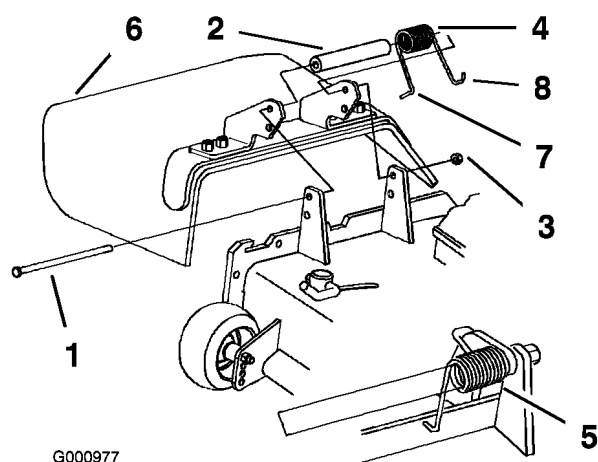

Figure 68
1. Retirez le contre-écrou, le boulon, le ressort et l'entretoise qui fixent le déflecteur aux supports de pivot (Figure 68). Enlevez le déflecteur s'il est endommagé ou usé.
Remarque: Prenez soin de placer l'extrémité en **L** du ressort derrière le bord du plateau avant de mettre le boulon en place, comme illustré (Figure 68).
3. Remettez le boulon et l'écrou. Accrochez l'extrémité en **J** du ressort au déflecteur d'herbe (Figure 68).